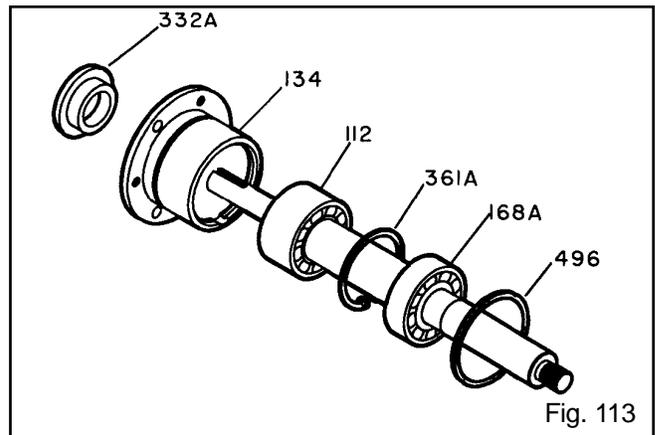

Fig. 113
- Instale un anillo en O (496) nuevo (Fig. 113).
- Recubra con aceite la parte de afuera del cojinete exterior (112A) y el orificio de la caja del cojinete (134).
- Instale la caja del cojinete (134) sobre el conjunto del eje/cojinete.